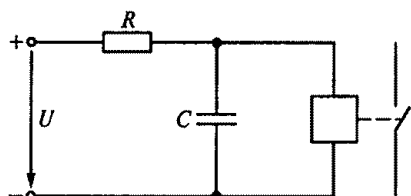

Рис. 271
12.15. На рис. 271 приведена схема простейшего реле времени. Как изменится время срабатывания этого реле, если сопротивление R увеличить?